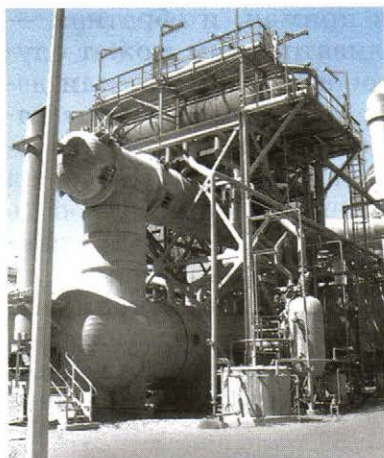

Рис. 106. Колонна синтеза аммиака
2. *Изменение давления*. Синтез аммиака из водорода и азота сопровождается уменьшением объёма: из 4 моль исходных веществ образуется только 2 моль аммиака. Очевидно, что в закрытом сосуде или аппарате (он называется колонной синтеза) (рис. 106) продукты этой реакции создают меньшее давление, чем создавали сходные вещества. Значит, прямая реакция — синтез аммиака — сопровождается понижением давления. Наоборот, разложение аммиака на водород и азот ведёт к увеличению числа молекул газов, а следовательно, и к увеличению давления.